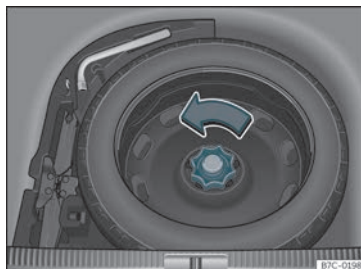

Fig. 227 Na bagageira: piso de carga levantado.
- Mova a roda no sentido contrário ao dos ponteiros do relógio >>> Fig. 227.